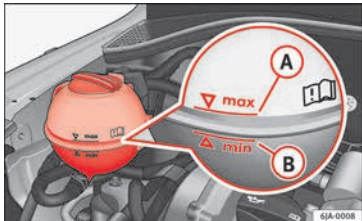

Abb. 208 Motorraum: Kühlmittel-Vorratsbehälter
- Prüfen Sie den Kühlmittelstand am Kühlmittelausgleichbehälter »» Abb. 208. Der Kühlmittelstand muss bei kaltem Motor zwischen den Markierungen **B** (min.) und **A** (max.) liegen. Bei warmem Motor kann er auch etwas über der Markierung **A** (max) liegen.
- Legen Sie einen Lappen auf den Deckel des Kühlmittelausgleichbehälters »» Abb. 208 und schrauben Sie den Deckel **vorsichtig** ab.
Füllen Sie das Kühlmittel nicht über die Marke **A** (max.)! »» Abb. 208 Überschüssiges Kühlmittel wird bei Erwärmung durch das Überdruckventil im Verschlussdeckel des Kühlmittelausgleichbehälters aus dem Kühlsystem gedrückt.